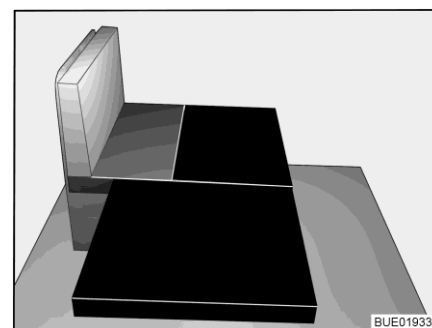

Fig. 64 Después de la transformación
- Colocar el cojín adicional grande en el alojamiento de cojín (véase Fig. 64).